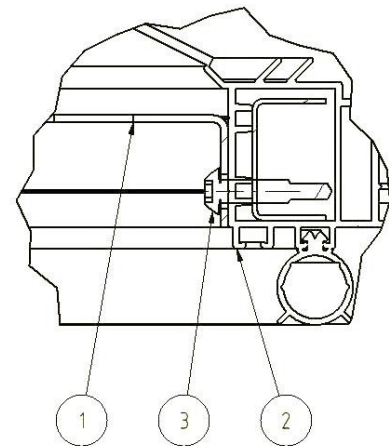
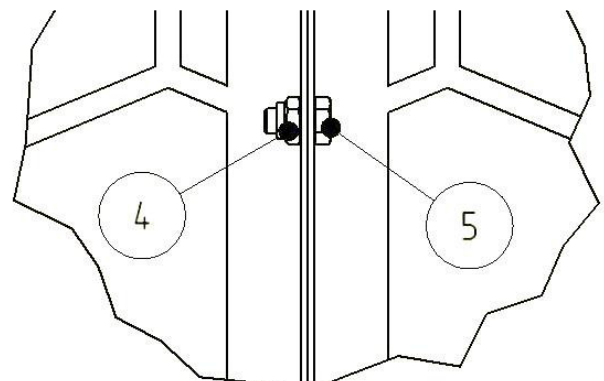

Bild1
Bild3
2. Wie in Bild 1 beschrieben wird das Gitter (Pos.1) mit der Abkantung zum Aufsetzkranz hin in den Lichtkuppelrahmen (Pos.2) montiert und mit Bohrschrauben 4,8x23 (Pos.3) befestigt. Bei Lichtkuppeln größer als NG150 sind die Gitter zweiteilig ausgeführt. Diese müssen vor dem Einbau wie in Bild 3 zu sehen mit den beiliegenden Schrauben und Muttern (Pos.4 und 5) verbunden werden. Die Anzahl der Verschraubungen wird durch die Bohrungen in der Abkantung vorgegeben.